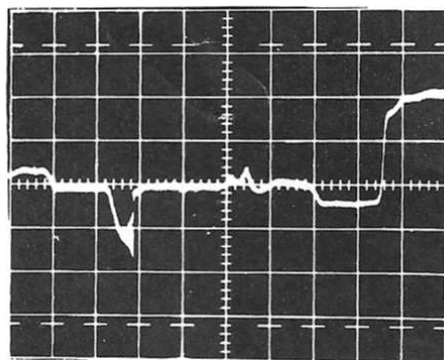

Fig 7
- Prérégler S 610 afin d'obtenir le signal (fig. 7).